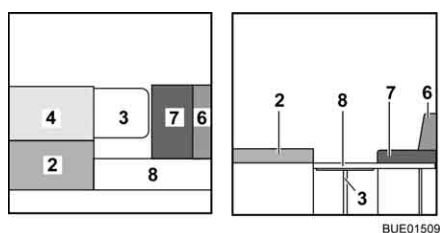

Fig. 144 Pendant la transformation
- Placer le coussin de dossier (Fig. 144,4) à côté du coussin d'assise (Fig. 144,2).
- Relever l'appui de la rallonge latérale de lit (Fig. 144,8) et accrocher cette dernière dans les réceptions des coffres de banquettes.